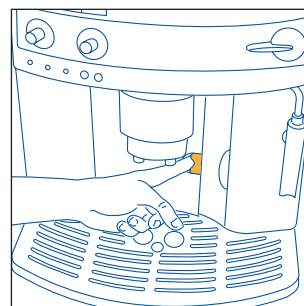
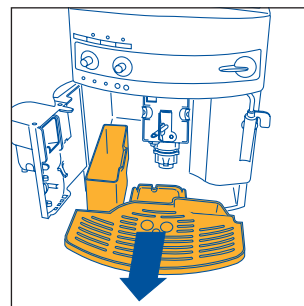

Рис. 15
Рис. 16
ПРИМЕЧАНИЕ 7: кофеварка подсчитывает количество чашек воды, которые были приготовлены. Каждые 14 маленьких чашек (или 7 больших) ☹ загорается индикатор (гл. 12, пункт 3), предупреждая, что кассета для кофейной гущи заполнена и ее необходимо вытряхнуть и прочистить. До очистки кассеты для гущи лампа остается горячей, а кофеварка больше не готовит кофе. Для того, чтобы произвести очистку, откройте дверцу для обслуживания, расположенную в передней части, потянув за специальную ручку, рис. 15; загорится мигающий индикатор ☹, см. пар. 12, п. 9, затем извлеките ванночку для сбора воды, рис. 16, слейте и очистите ее.
- откройте дверцу для обслуживания, рис. 15;
- извлеките ванночку для сбора воды и кассету для гущи, рис. 16 и промойте их;